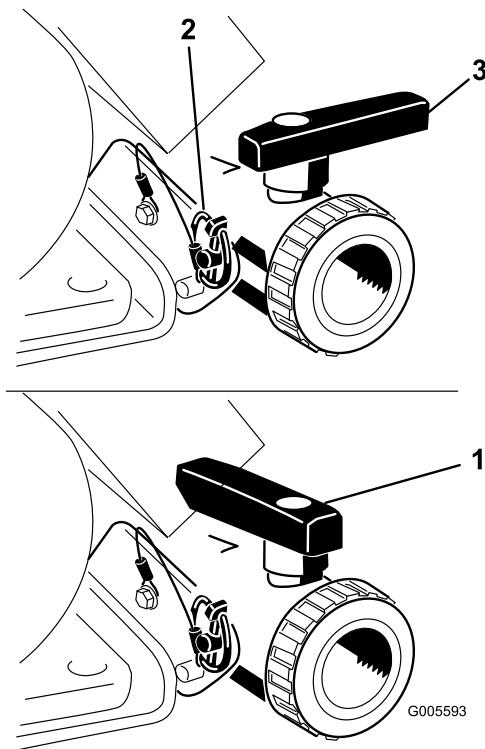

Figura 21
Utilice la manija de vaciado del depósito para vaciar del depósito cualquier material no utilizado, y elimine dicho material de acuerdo con la normativa local y las indicaciones del fabricante del mismo (Figura 21). Tras el vaciado, retire los pasadores de seguridad del soporte que fija la válvula de vaciado a la máquina y deje la válvula en el suelo. Así conseguirá vaciar todos los residuos existentes en la línea.
3. Cuando el depósito se haya vaciado, instale la válvula en el bastidor montando el pasador de seguridad previamente retirado y cierre la válvula de vaciado(Figura 21).